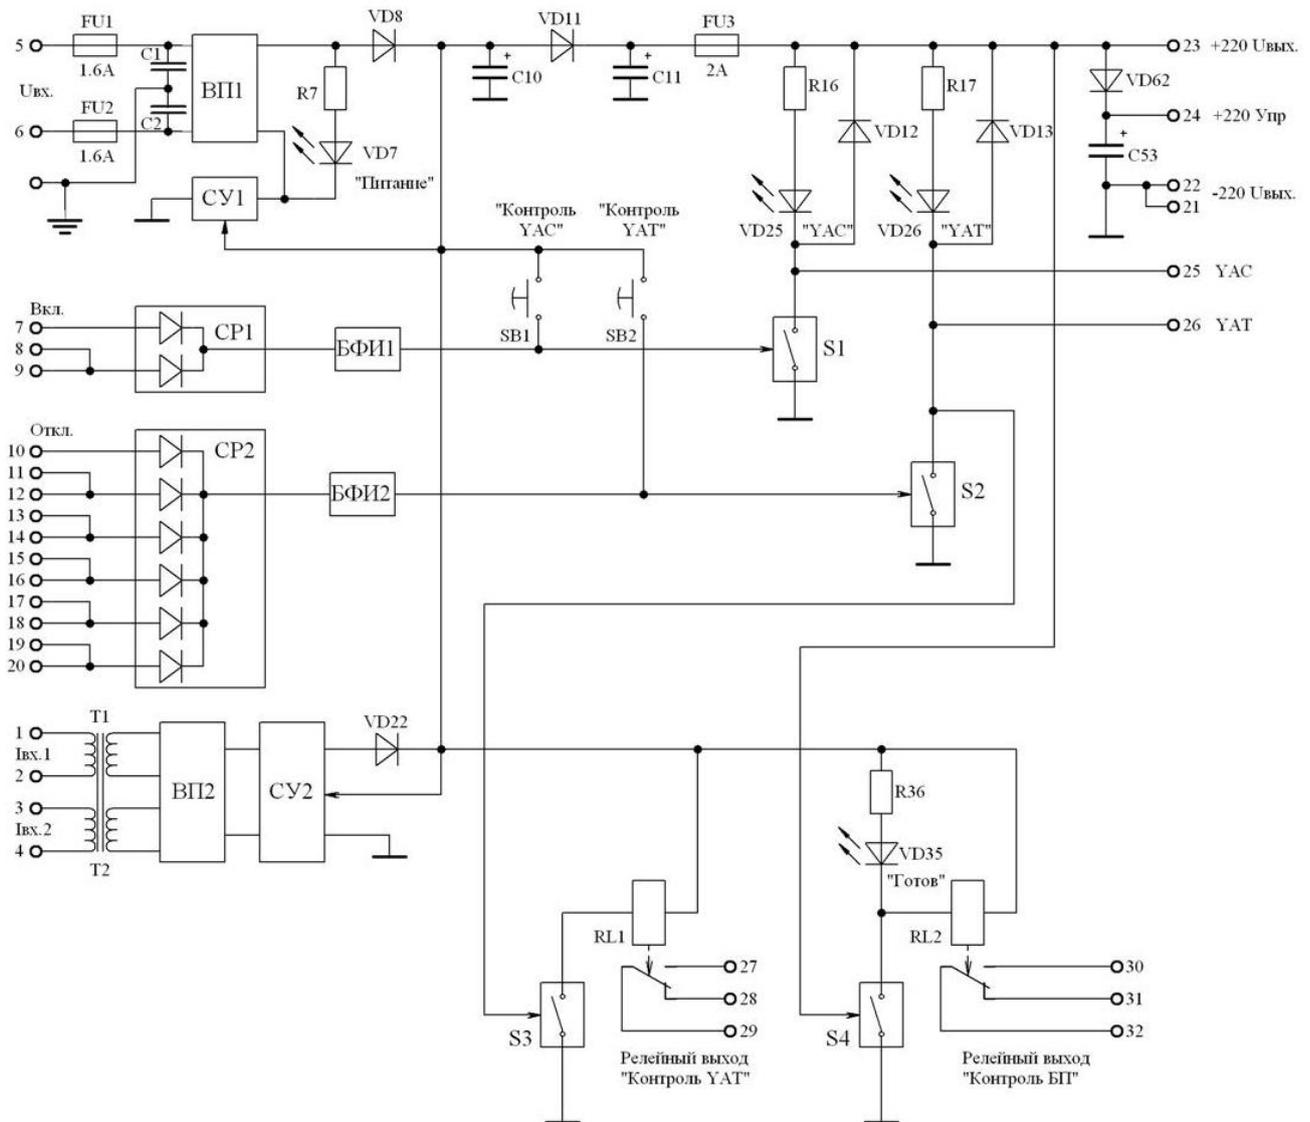

Рис.1. Функциональная схема блока.
3.1. Функциональная схема блока приведена на рис.1.